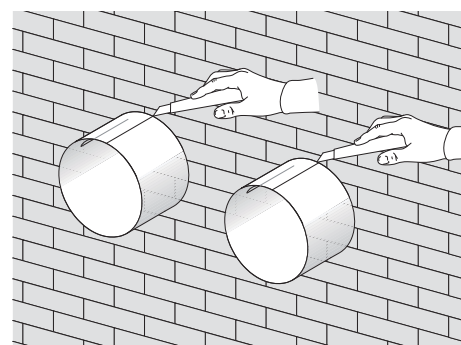

Fig. 6
- Corte o tubo no comprimento certo do outro lado da parede. (Fig. 6)